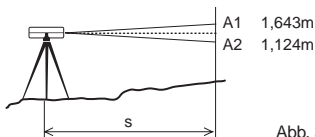

Abb. 3
- ② Stellen Sie eine Nivellierlatte an Punkt A und Punkt B auf. Lesen Sie mit dem Instrument die Werte ab und notieren Sie die Ablesung a an Punkt A und Ablesung b an Punkt B.
- ③ Die Höhendifferenz H zwischen A und B ist $H=a-b$.
4.4.2 Distanzmessung (siehe Abb. 3).